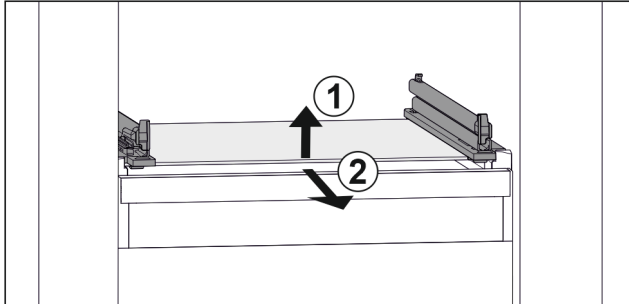

Fig. 98 Beispielhafte Darstellung der Glasplatte
- ▶ Glasplatte vorne anheben. Fig. 98 (1)
- ▶ Glasplatte nach vorne entnehmen. Fig. 98 (2)